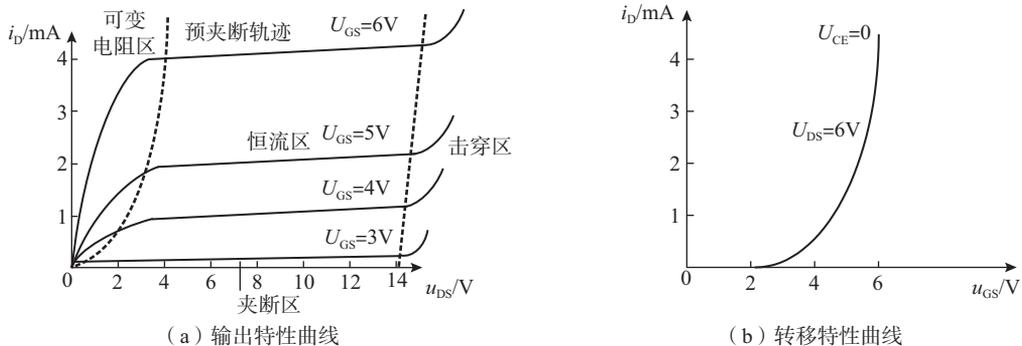

图 1-21 N 沟道增强型 MOS 管共源组态的输出特性曲线和转移特性曲线
N 沟道增强型 MOS 管共源组态的输出特性曲线和转移特性曲线分别如图 1-21(a)和图 1-21(b)所示。
(1) 可变电阻区(也称非饱和区)。满足  $u_{GS} > U_{GS(th)}$  (开启电压)且  $u_{DS} < u_{GS} - U_{GS(th)}$ ,为图 1-21(a)中预夹断轨迹左边的区域,其沟道开启。在该区域  $u_{DS}$  值较小,沟道电阻基本上仅受  $u_{GS}$  的控制。当  $u_{GS}$  一定时, $i_D$  与  $u_{DS}$  呈线性关系,该区域近似为一条直线。这时场效应晶体管漏极和源极间相当于一个受电压  $u_{GS}$  控制的可变电阻。
(2) 恒流区(也称饱和区、放大区、有源区)。满足  $u_{GS} = U_{GS(th)}$  且  $u_{DS} = u_{GS} - U_{GS(th)}$ ,为图 1-21(a)中预夹断轨迹右边尚未击穿的区域,当  $u_{GS}$  一定时, $i_D$  几乎不随  $u_{DS}$  的变化而变化,故呈恒流特性。 $i_D$  仅受  $u_{GS}$  的控制,这时场效应晶体管漏极和源极间相当于一个受电压
(3) 夹断区(也称截止区)。满足  $u_{GS} < U_{GS(th)}$ , 为图 1-21(a) 中靠近横轴的区域,其沟道被全部夹断,称为全夹断,即  $i_D = 0$ , MOS 管不工作。
(4) 击穿区。位于图 1-21(a) 中右边的区域,随着  $u_{DS}$  的不断增大,PN 结因承受太大的反向电压而击穿,  $i_D$  急剧上升。工作时应避免 MOS 管工作在击穿区。
转移特性曲线可以从输出特性曲线上用作图的方法求得。例如,在图 1-21(a) 中作  $u_{DS} = 6V$  的垂直线,将其与各条曲线的交点对应的  $i_D$ 、 $u_{GS}$  值在  $i_D - u_{GS}$  坐标中连成曲线,即得到转移特性曲线,如图 1-21(b) 所示。